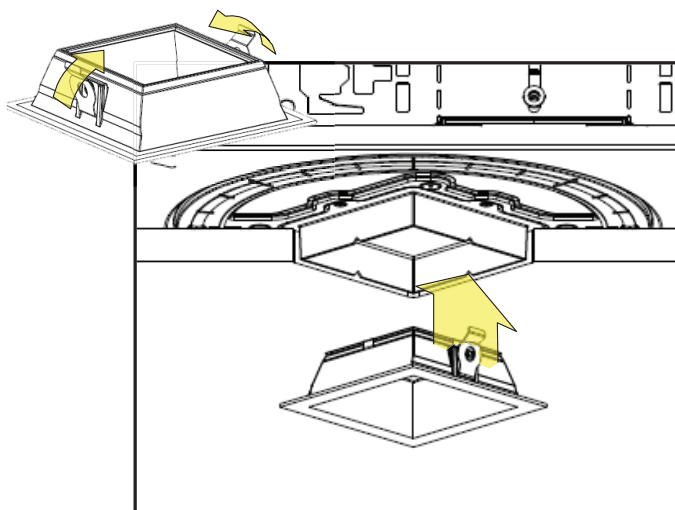

fig. 17
- a. Comprimez les ressorts et poussez-les dans l'ouverture du spot jusqu'à ce que l'habillage affleure le plafond. Assurez-vous que les ressorts sont bien comprimés et entrent dans le collier et non autour du collier (voir la fig. 17).